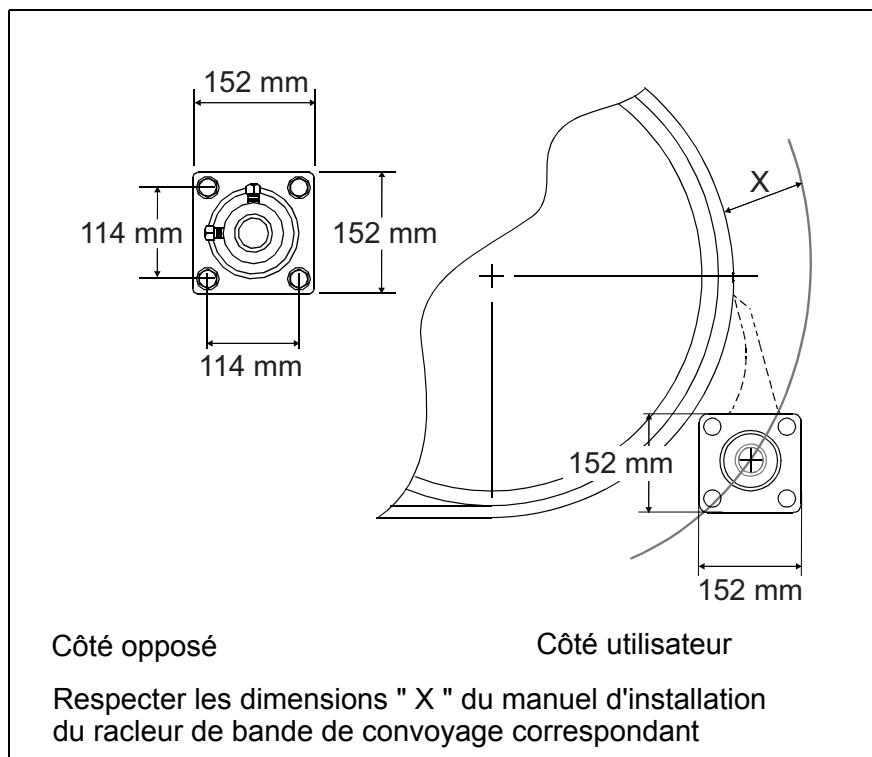
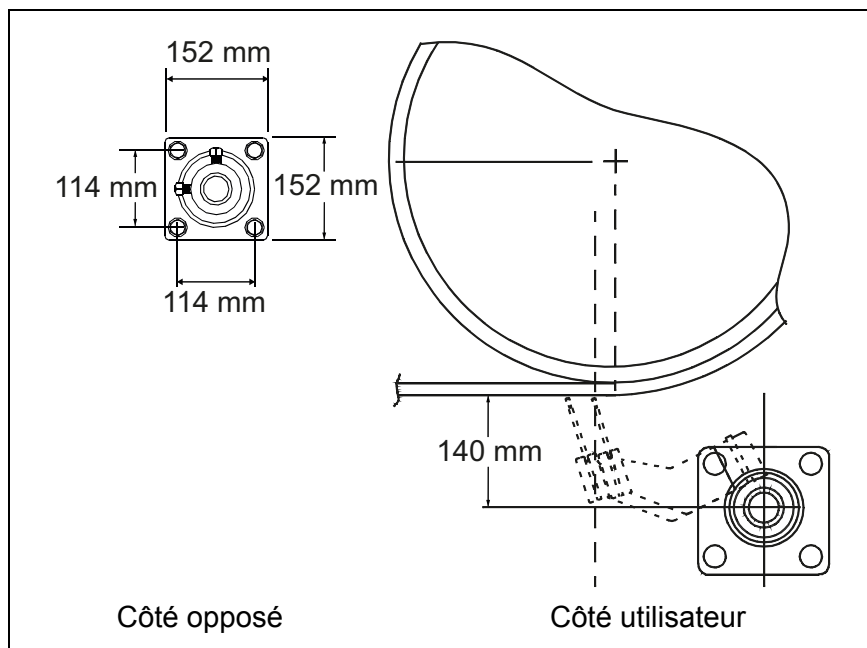

Fig. 1: Dimensions d'installation dispositif de tension à ressort pour pré-racleur
Fig. 2: Dimensions d'installation dispositif de tension à ressort pour racleur secondaire
- Après avoir déterminé la position d'installation du racleur de bande de convoyage, marquer les perçages pour les plaques d'installation sur la rampe. Pour cela, utiliser les plaques d'installation en tant que patron (fig. 1 pré-racleur, fig. 2 racleur secondaire)